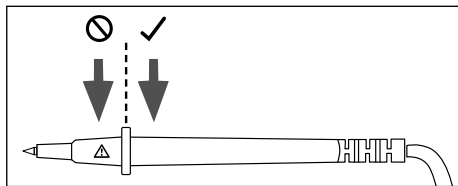

Fig. 3
- ▶ Segure as ponteiros de medição **6** apenas na zona de prensão prevista (ver fig. 3). Não toque na zona com o símbolo de advertência **⚠**, caso contrário existe o perigo de choque elétrico durante a medição!